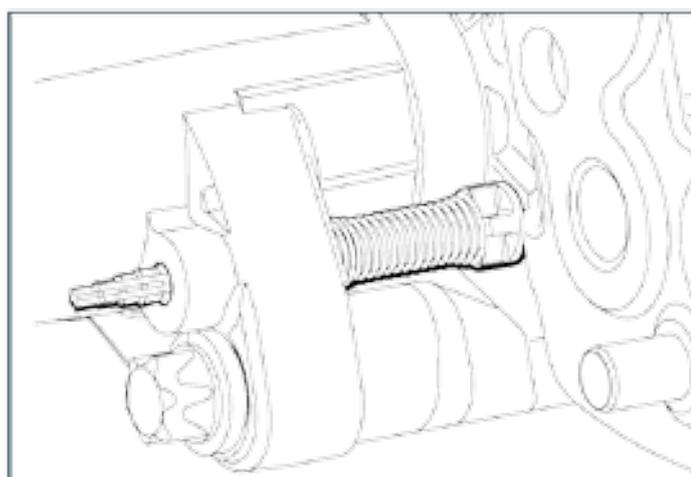
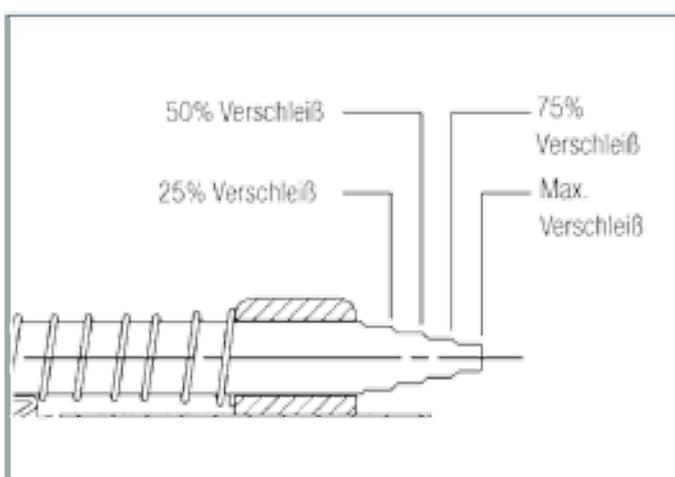

Abb. 3.18
Abb. 3.19
- c) Optische Verschleißanzeige (Abb. 3.18).
Wenn eine optische Bremsbelagverschleißanzeige in die Bremse integriert ist, bietet diese eine rasche und einfache Methode zur Berechnung der Restlebensdauer des Bremsbelags. Wenn der Bremsbelag neuwertig ist, ragt der Schaft des Anzeigers über den Rand des Gussgehäuses hinaus (Abb. 3.18). Mit zunehmendem Verschleiß der Beläge verringert sich der auf der Außenseite des Gehäuses sichtbare Anteil des Schafts. Der Anzeiger zeigt den Abnutzungsgrad der Beläge in Stufen an (Abb. 3.19).